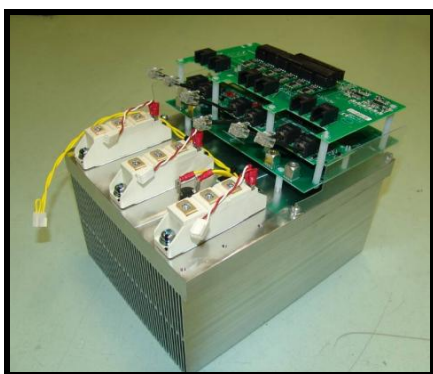

Figura 7.3.13. Extracción de la tarjeta superior gate drive
- 2) Retirar los 6 tornillos de plástico de cabeza avellanada ranurada **M3x8** DIN-933. (Ver figura 7.3.13).
- 1) Encarar la tarjeta en la posición adecuada (Ver figura 7.3.13)
Consultar la figura 7.3.13 mientras se siguen estas instrucciones: